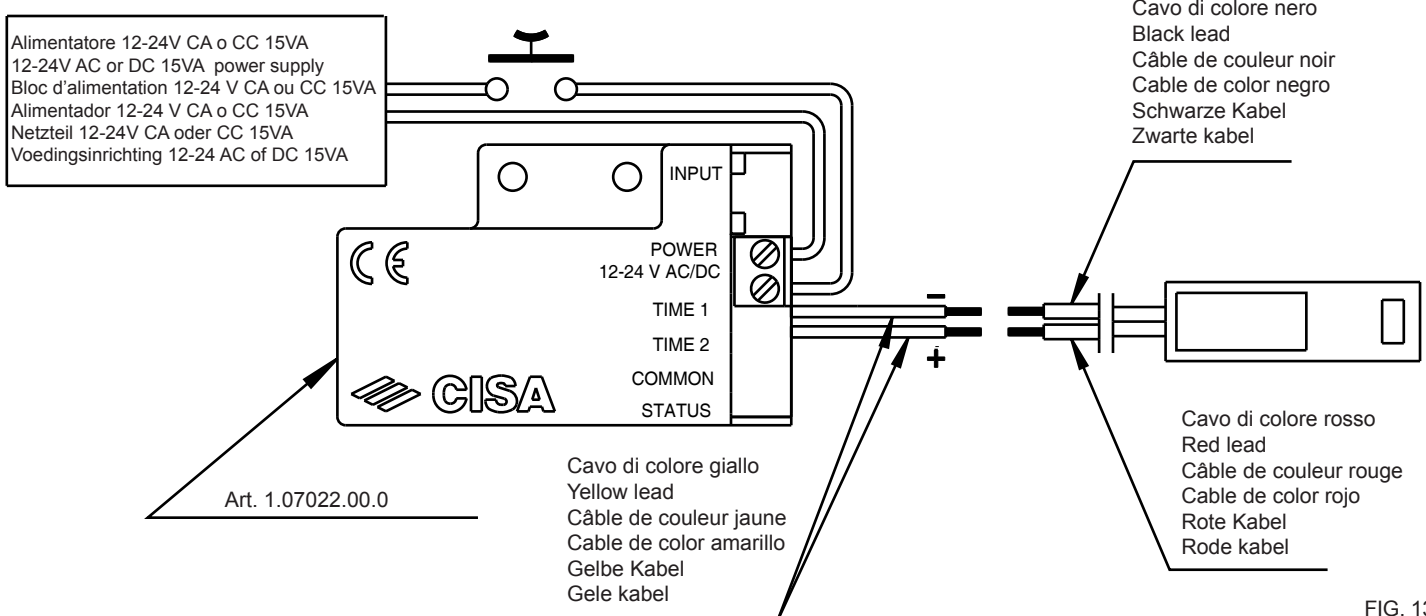

FIG. 13
ELETTROMANIGLIA (art. 1.07074.80.0) (fig. 13)
12. Per il corretto funzionamento dell'elettromaniglia è necessario collegare i fili gialli del booster (art. 1.07022.00.0 in dotazione) all'elettromaniglia e collegare i fili della tensione di alimentazione ai morsetti **POWER** e **AC/DC** come nello schema di fig. 13:
- collegare il booster ed il cavo rosso/nero fornito con l'elettromaniglia come indicato nella fig. 13.
POIGNEE ELECTRIQUE (art. 1.07074.80.0) (fig. 13)
12. Pour un fonctionnement correcte de la poignée électrique, il faut brancher les fils jaunes du surpresseur (art. 1.07022.00.0 en dotation) à la poignée électrique et brancher les fils de la tension d'alimentation aux bornes **POWER** et **CA/DC**, comme sur le schéma de la fig. 13 :
- brancher le surpresseur et le câble rouge/noir fourni avec la poignée électrique, comme indiqué sur la fig. 13.
ELEKTRODRÜCKER (Art. 1.07074.80.0) (Abb. 13)
12. Für das einwandfreie Funktionieren des Elektrodrückers ist es erforderlich, die gelben Boosterkabel (Art. 1.07022.00.0, mitgeliefert) an den Elektrodrücker anzuschließen und die Stromkabel an die Klemmen **POWER** und **AC/DC** gemäß Abb.13:
- Den Booster und das mit dem Elektrodrücker gelieferte rot/schwarze Kabel wie auf Abb. 13 zu sehen anschließen.
ELECTRIC HANDLE (item 1.07074.80.0) (fig. 13)
12. To ensure the electric handle smooth operation, the yellow booster (supplied item 1.07022.00.0) leads should be connected to the electric handle; the input voltage leads should be connected to the **POWER** and **AC/DC** terminals as shown in fig. 13.
- Connect the booster and the red/black lead supplied with the electric handle as shown in fig. 13;
ELETTROMANILLA (Art. 1.07074.80.0) (Fig. 13)
12. Para el correcto funcionamiento de la electromanilla, es necesario conectar los conductores amarillos del booster (Art. 1.07022.00.0 suministrado) a la electromanilla y los conductores de tensión de alimentación a los bornes **POWER** y **AC/DC**, según el esquema de la Fig. 13:
- conecte el booster y el cable rojo/negro suministrado con la electromanilla, según lo indicado en la Fig. 13;
ELEKTRISCHE HANDGREEP (art. 1.07074.80.0) (fig. 13)
12. Voor een juiste werking van de elektrische handgreep moeten de gele draden van de booster (art. 1.07022.00.0 bijgeleverd) aan de elektrische handgreep worden aangesloten en de draden van de voedingsspanning aan de klemmen **POWER** en **AC/DC** zoals op het schema van fig. 13:
- sluit de booster en de rood/zwarte kabel die bij de elektrische handgreep zijn geleverd aan volgens fig. 13.